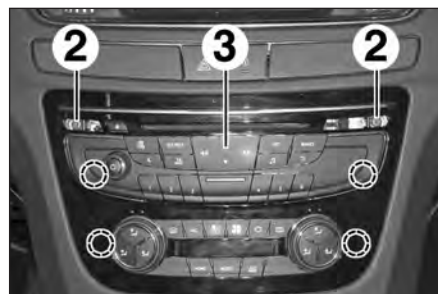

FIG.21
- les vis (2) de la façade d'autoradio et de climatisation (3) (Fig.21).
- Dégrafer la façade d'autoradio et de climatisation (3) et la débrancher.
- la façade d'autoradio et de climatisation (3),